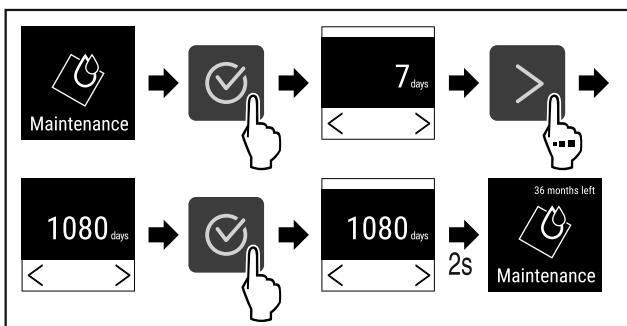

Fig. 98
- ▶ Hajtsa végre a művelet lépéseit (lásd Fig. 98).